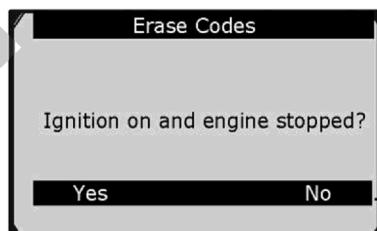

Рисунок 5-6
- 2) После нажатия кнопки **OK** появится сообщение, содержащее указание на необходимость проверки состояния двигателя и системы зажигания. См. рисунок 5-6.